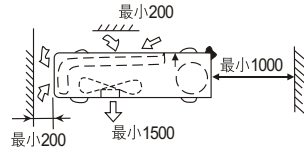

图4 机器户外部分所需空间
(1) 安装场所必须满足如下要求:
- 确定机器四周留有充分空间, 并尽可能地远离障碍物, 以便操作和维修, 见图4。